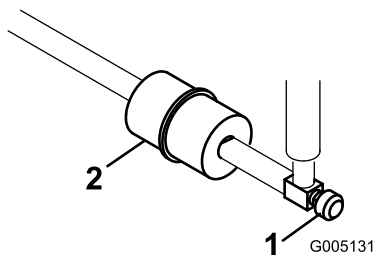

Figure 52
Le filtre à carburant est incorporé dans la conduite d'alimentation, entre le réservoir de carburant et le carburateur (Figure 52). Remplacez le filtre toutes les 800 heures de service, ou plus tôt si le débit de carburant limité. Vérifiez que la flèche qui se trouve sur le filtre pointe bien dans la direction opposée au réservoir de carburant.
2. Placez un bac de vidange sous le filtre, desserrez l'autre collier de flexible et déposez le filtre (Figure 52).
1. Fermez le robinet de carburant, desserrez le collier de flexible côté carburateur et débranchez la conduite d'alimentation du filtre (Figure 52).